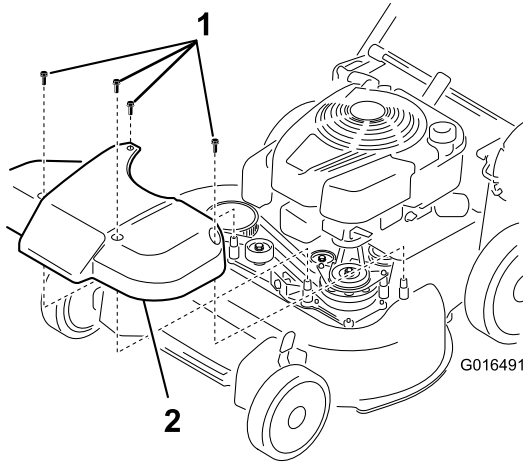

Bild 35
1. Nehmen Sie die Abdeckung des Messerantriebs ab (Bild 35).